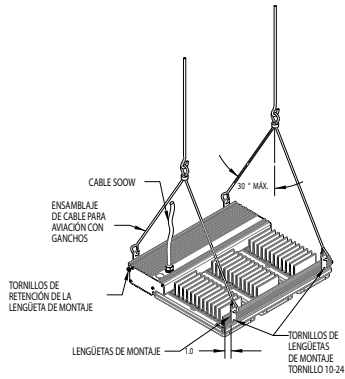

Figura 2 – Montaje de cadena para aviación
1. Las lengüetas de montaje se ubican a 1 pulgada de cada extremo de la luminaria de la fábrica. Si las lengüetas de montaje necesitan ser reubicadas o se aflojan, ajuste los tornillos 10-24 a 21 pulgadas-libras (consulte la Figura 2) antes de colgar la luminaria. Los pernos de retención de la lengüeta de montaje se deben ajustar a 65 pulgadas-libras en las cuatro esquinas de la luminaria. Las lengüetas de montaje se deben colocar en la misma distancia de los extremos de la luminaria para garantizar el nivel en el que se cuelga la luminaria.
2. Instale dos (2) ensamblajes de cable para aviación a la luminaria con un ensamblaje de cable para aviación en cada extremo de la luminaria como se muestra en la Figura 2. No exceda un ángulo superior a 30° entre los cables y la línea de gravedad. Ajuste la longitud del ensamblaje del cable para aviación a fin de asegurar el nivel en el que cuelga la luminaria. Monte la luminaria a un mínimo de 36 pulgadas de distancia del techo. Consulte la Hoja de Instrucciones FIS-164 de B-Line para obtener más detalles e información.